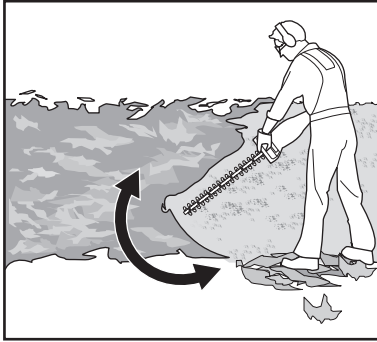

Fig. 6
3. Sujete bien el producto con una mano en la empuñadura delantera (3) y la otra en la empuñadura trasera (7). No utilice la máquina con una sola mano.
5. En primer lugar, corte los laterales de abajo a arriba. De esta manera, evitará que los restos se interpongan en las zonas pendientes de corte (Fig. 6).